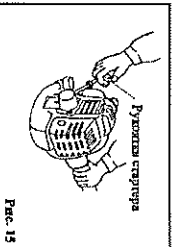

Рис. 15
4. Возьмите за ручку стартера и резко дерните ее. (рис. 15)